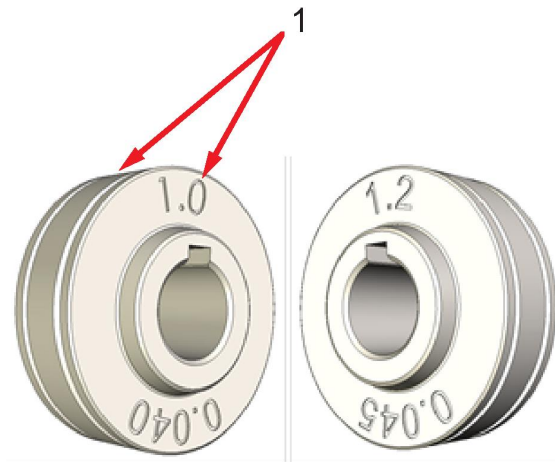

Figure 15. Les galets d'entraînement sont offerts en multiples dimensions.
1. Installez le dévidoir (de la bonne taille et avec la rainure dans la bonne orientation). Vérifiez que la rainure de dimension adéquate est orientée vers l'intérieur (voir la figure 15).